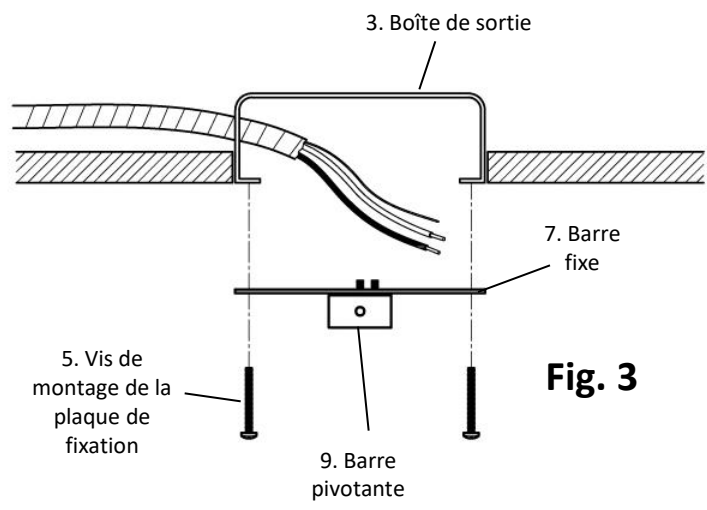

Fig. 3
2. Faites tourner la barre pivotante (n° 9) de la plaque de fixation (n° 4) jusqu'à ce qu'elle soit perpendiculaire à la barre fixe (n° 7). (Fig. 3)